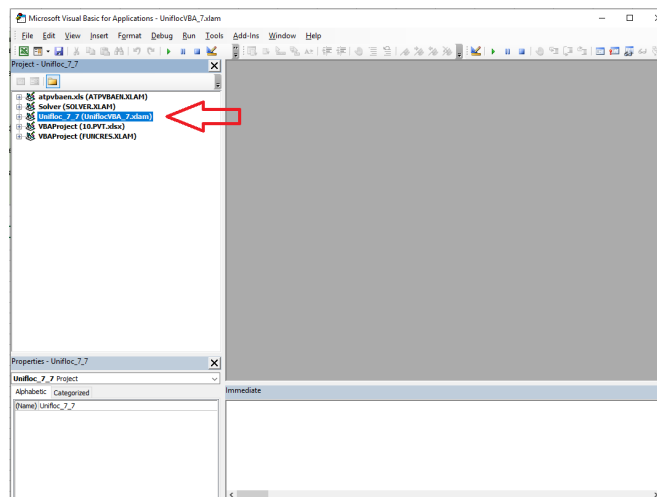

Рис. 3.1 — Окно редактора VBE с загруженной надстройкой Unifloc 7.8 VBA
1. Запустите файл с надстройкой Unifloc 7.8 VBA. Для того чтобы убедиться, что надстройка запущена откройте редактор VBE (Alt+F11). В дереве проектов должен отображаться файл надстройки UniflocVBA\_7.xlam, рис. 3.1.